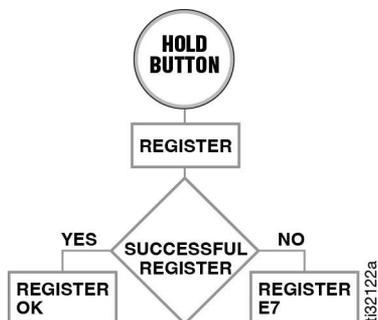

FIG. 3
3. En pantalla aparece REGISTER OK (Fig. 3, page 6) cuando se registra el monitor de nivel de depósito con el software de Pulse. Esto puede tardar hasta 20 segundos.
Si no se ha registrado el TLM con el software de Pulse, aparecerá el mensaje de error REGISTER E7 (vea el paso 1, Fig. 3).